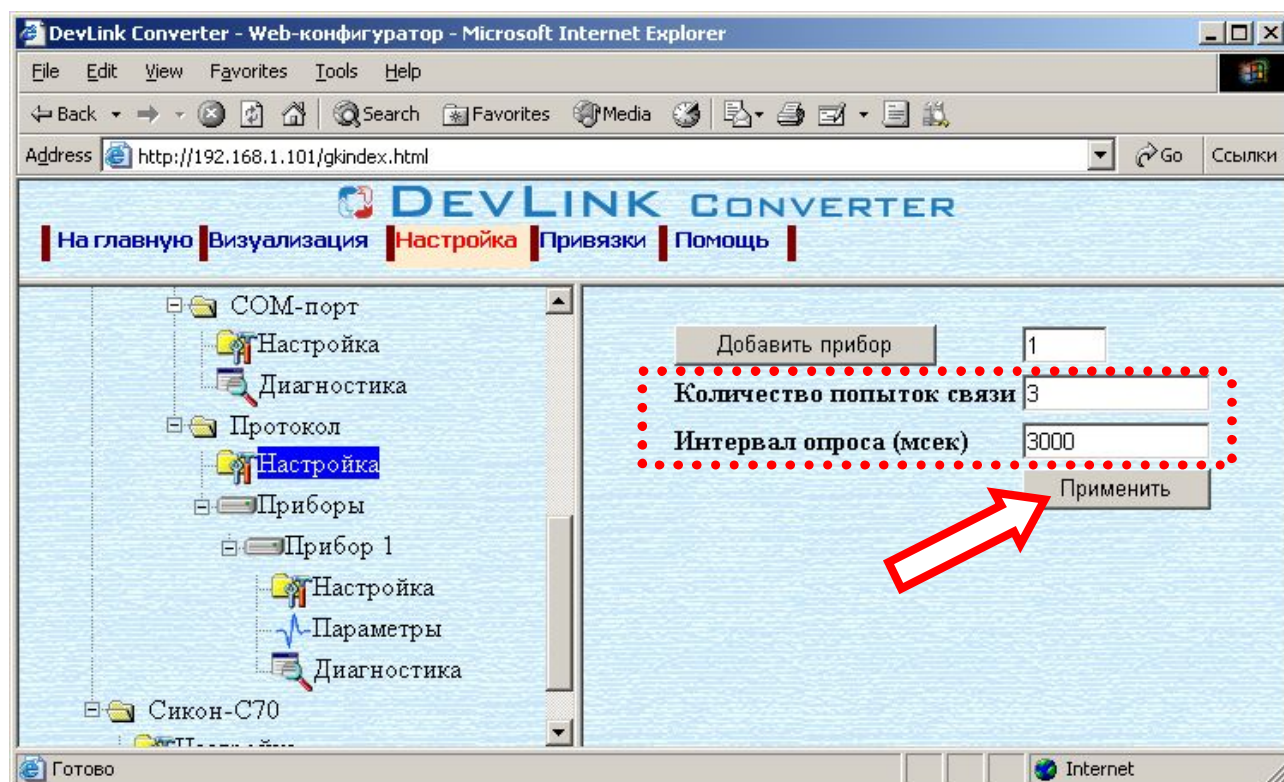

Рисунок 3.9 – Настройка протокола
- Выберите в дереве объектов *папку «Настройка» протокола* нужного канала драйвера (рисунок 3.9).
- Задайте необходимые параметры и нажмите кнопку «Применить» (рисунок 3.9).